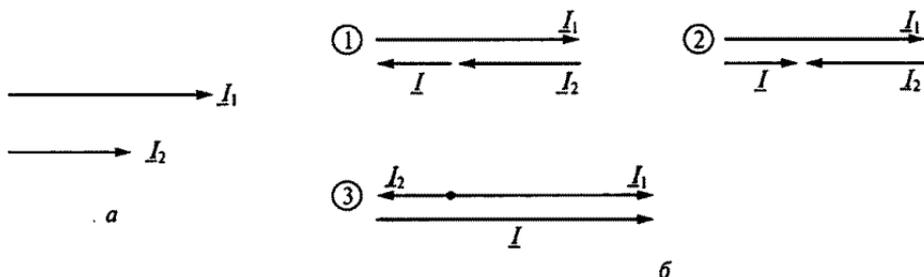

Рис. 83
3.21. Какая их трех векторных диаграмм на рис. 83, б правильно определяет разность I векторов I_1 и I_2 , показанных на рис. 83, а?